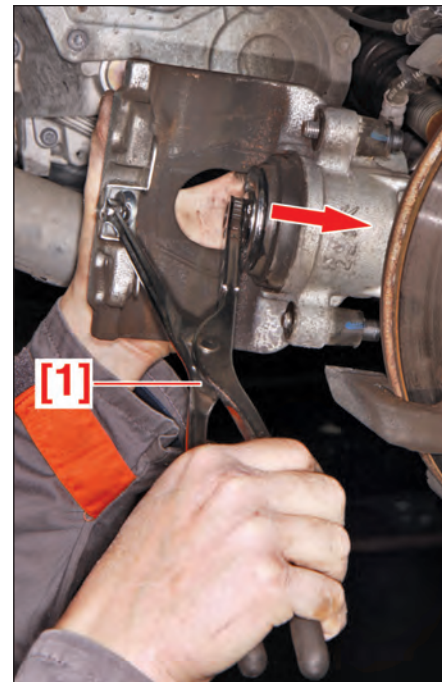

FIG.7
- Repousser complètement le piston de l'étrier à l'aide de l'outil [1] (Fig.7).